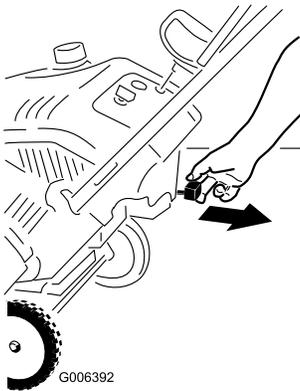
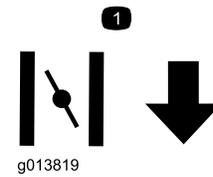

Bild 14
Bild 15
2. Ziehen Sie den Chokehebel heraus (Bild 14 und Bild 15).